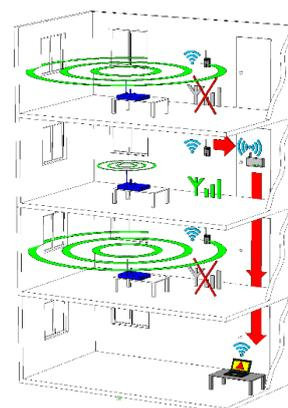

Рис. 2
1.6.2 «**Сетевой, с передачей тревоги по каналу WLAN**», в пределах, как специально созданной, так и уже существующей сети на компьютер с установленным программным обеспечением ST158NET, обеспечивающее отображение состояние МОДУЛЕЙ (Рис.2).